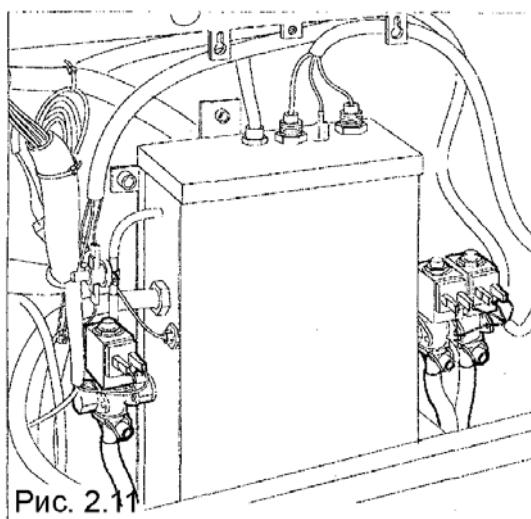
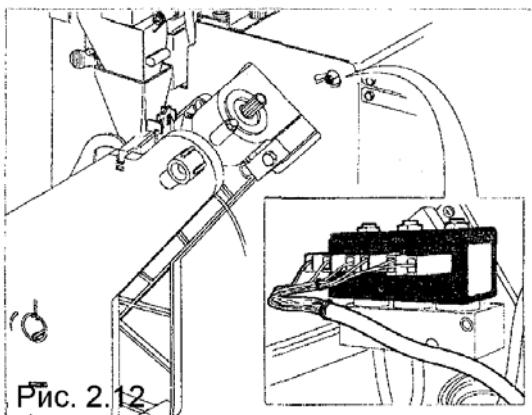

Рис. 2.11
Рис. 2.12
- Электроклапан, расположенный на баке горячей воды для приготовления смесей (рис. 2.11) или на баке горячей воды для приготовления кофе (рис. 2.12), срабатывает, чтобы ввести в миксер запрограммированное количество воды (в соответствии с моделью): один бак для горячей воды, два бака для горячей воды или только растворимые напитки.